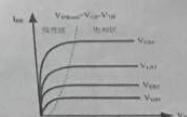

图 1 NMOS 管输出特性曲线
- (1) NMOS 管输出特性曲线如图 1 所示: (1 分)
1. 答: (1) NMOS 管输出特性曲线如图 1 所示: